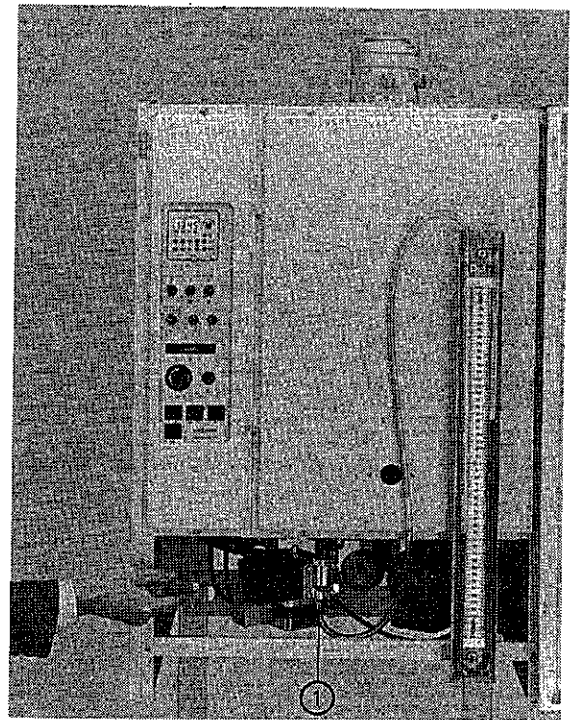

Abb. 72
2. Schraube im Meßstutzen ① (Abb. 72) lösen, nicht herausdrehen. U-Rohr-Manometer anschließen.